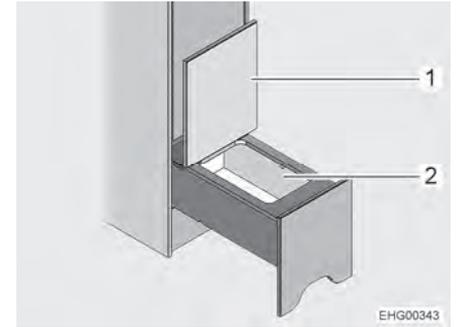

Fig. 84 Compartiment de rangement
- Rabattre le couvercle (Fig. 84,1) vers le haut. Le compartiment de rangement (Fig. 84,2) est accessible.